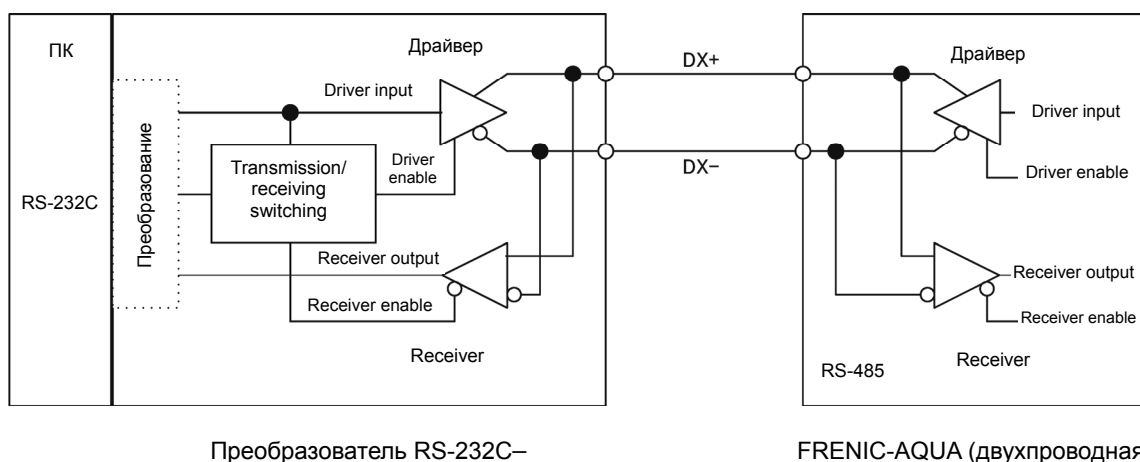

Рисунок 8.3 Преобразование уровня связи
* Функция защиты является функцией, обеспечивающая высокое состояние выхода приемника RS-485 (логическое значение = 0) даже, когда вход приемника RS-485 открыт или короткозамкнут или все драйверы RS-485 не активны. См. Рисунок 8.3.